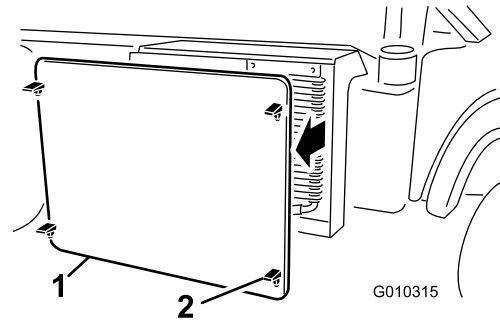

Bild 31
- Lösen und entfernen Sie das Kühlergitter vorne am Kühler (Bild 31).